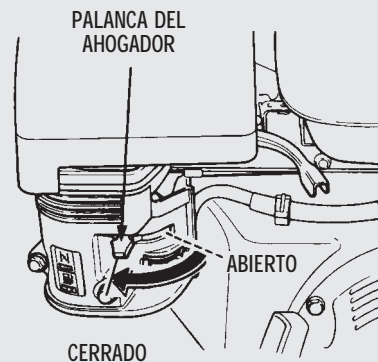

Figura 7. Palanca de ahogador
4. Posicione la **palanca del ahogador** en la posición de OPEN (abierto), figura 7.
7. Si el motor ya arrancó, despacio regrese la palanca del ahogador (figura 7) a la posición de **CERRADO (closed)**. Si no arranca repita los pasos del 1 al 5.